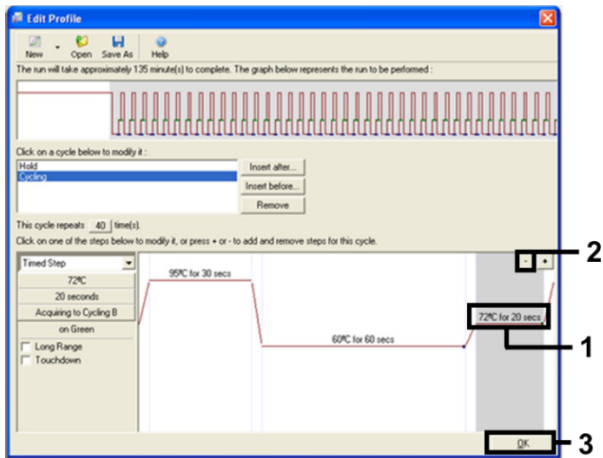

Figura 9. Remoção do passo de extensão.
11. Destaque o terceiro passo e clique no botão - para eliminar. Clique em OK (Figura 9).